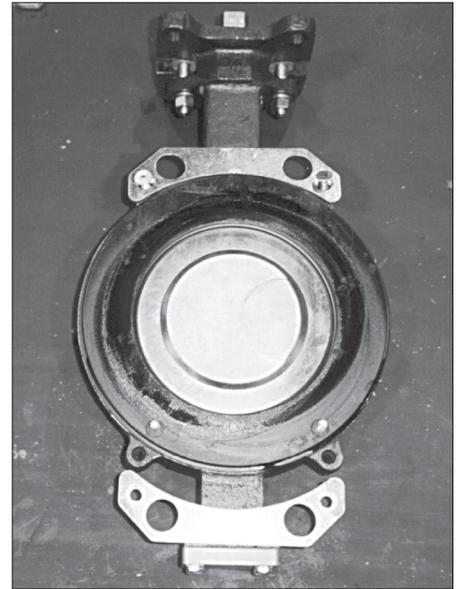

Abb. 3 – Sitzhalterung mit Einzelteilen
Zum Entfernen des Sitzhalterings (23) die Zylinderschrauben (24) aus dem Sitzhaltering herausdrehen (Flansch-Ausführung) bzw. die Halteplattenschraube (34) aus den Halteplatten (33) herausdrehen und/oder die Clips (35) entfernen (Zwischenflansch-Ausführung). (siehe Abb. 3)